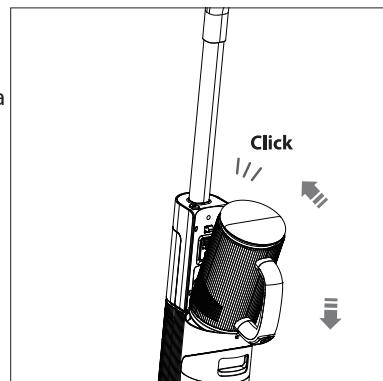

Fig. 28 – Inserimento dell'unità motore
- ▶ Premere con cautela l'unità motore nell'apparecchio finché non scatta in posizione (**vedere Fig. 28**).